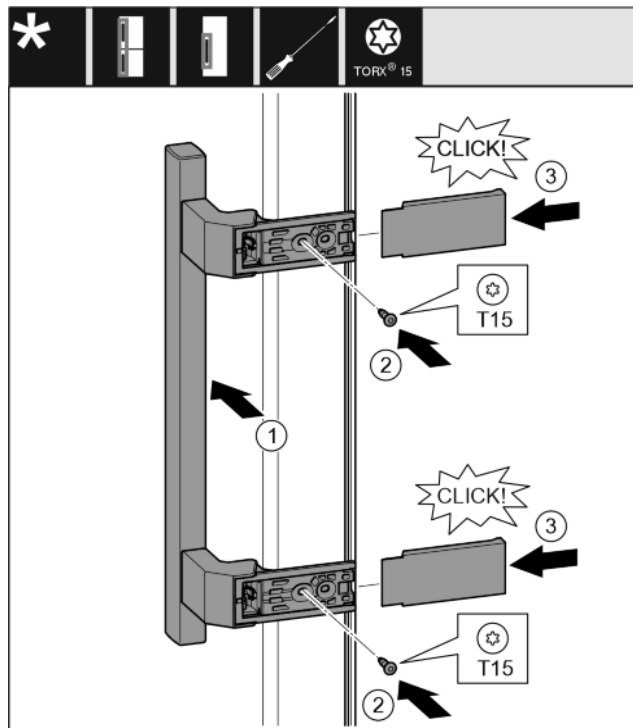

Fig. 31
- ▶ Applicare la maniglia sul lato opposto. Fig. 31 (1)
- ▶ Serrare le viti con il cacciavite T15. Fig. 31 (2)
- ▶ Applicare le coperture lateralmente e spingerle. Fig. 31 (3)